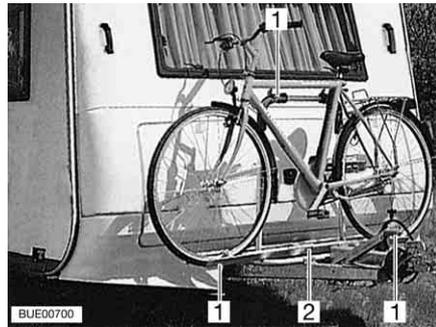

Fig. 12 Portabiciclette nella zona anteriore
- Sistemare le biciclette sul portabiciclette (Fig. 12,2) e legarle con la cinghia Quick (Fig. 12,1).